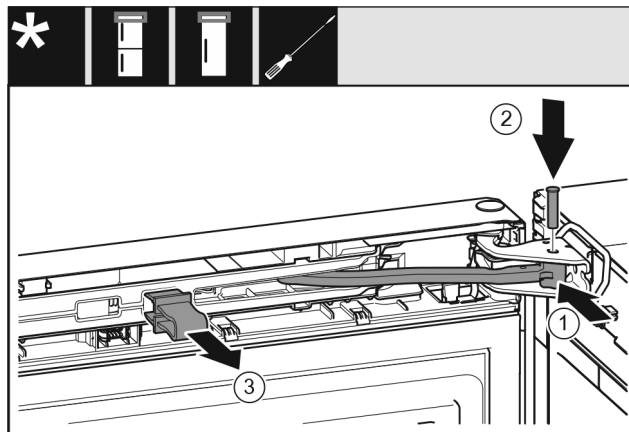

Fig. 25
- Otočte kloub Fig. 25 (1) ve stojanu ložiska.
- Vložte čep Fig. 25 (2) do stojanu ložiska a kloubu. Přitom dávejte pozor, aby byla zajišťovací vačka správně usazena v drážce.
- Pojistku Fig. 25 (3) vytáhněte.